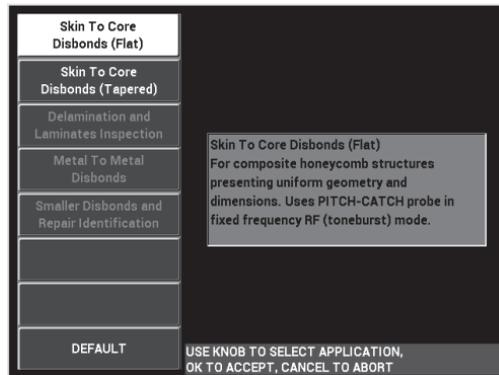

Abbildung 6-2 Anwendung Ablösung Decklage-Kern (parallel)
3. Wählen Sie die Anwendung **Ablösung Decklage-Kern (parallel)** aus und drücken Sie zur Bestätigung auf  (siehe Abbildung 6-2 auf Seite 136).